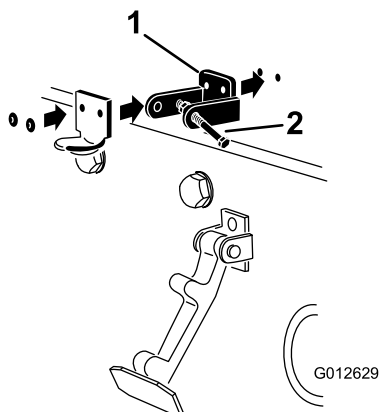

Figura 6
4. Mentre allineate i fori di montaggio, posizionate la staffa di bloccaggio e la staffa del fermo del cofano sul cofano (**Figura 6**).
6. Rivettate le staffe e le rondelle al cofano (**Figura 6**).